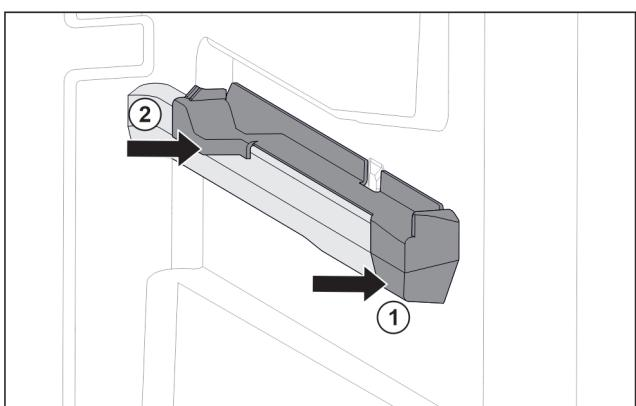

Fig. 150 Aufsteckteil auf der rechten Behälterrippe
- Aufsteckteil vorne an Behälterrippe ansetzen. Fig. 150 (1)
- Aufsteckteil hinten andrücken. Fig. 150 (2)